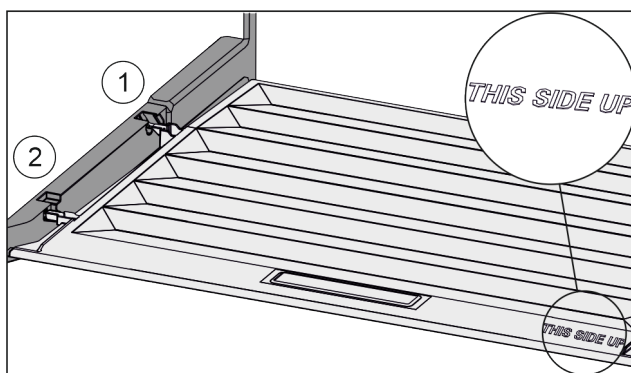

Fig. 98
- ▶ Anbring dækslets tappe over åbningen i den bagste holder Fig. 98 (1), og lad dem gå i indgreb i forreste holder Fig. 98 (2).